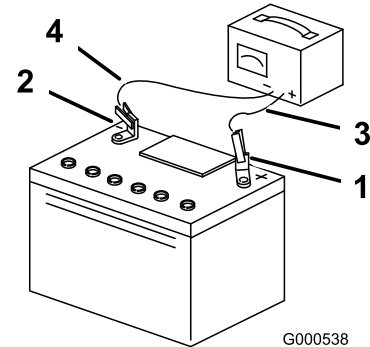

Figure 53
- Quand la batterie est chargée au maximum, débranchez le chargeur de la prise, puis débranchez les fils du chargeur des bornes de la batterie (Figure 53).